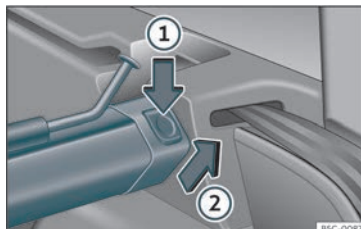

Fig. 122 Dans le coffre à bagages : démonter le filet de séparation.
- Appuyez sur la touche de déverrouillage gauche ou droite »» fig. 122 dans le sens de la flèche ①.
- Retirez la structure du support dans le sens de la flèche »» fig. 122 ②.
- Appuyez sur la structure sur les supports gauche et droit dans le sens contraire à la flèche »» fig. 122 ② jusqu'à ce qu'elle s'enclenche.